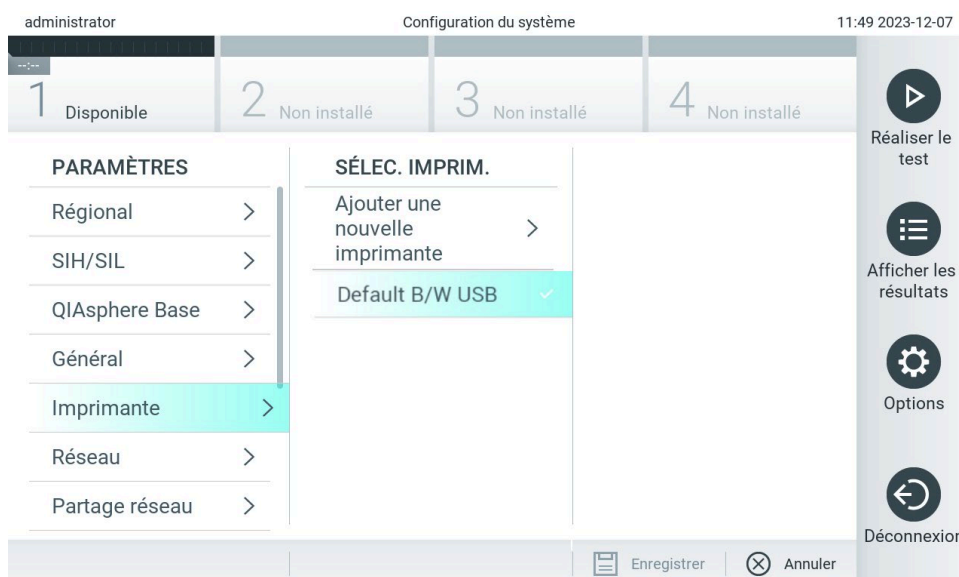

Figure 66. Sélection de l'imprimante du système.
3. Sélectionnez une imprimante dans la liste des imprimantes disponibles (figure 66).